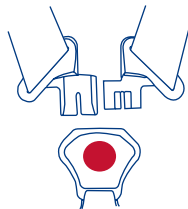
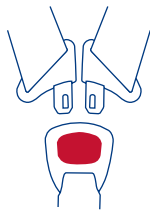

Fig. 36-1
Fig. 36-2
- Tipo A: Ponga las dos lenguas de la hebilla juntas, sobreponiendo la lengua izquierda sobre la derecha e insertando las dos juntas en la hebilla del arnés sobre el tirante de la entrepierna (Fig. 36-1). Tipo B: Inserte cada lengua de la hebilla en el broche del arnés (Fig. 36-2).